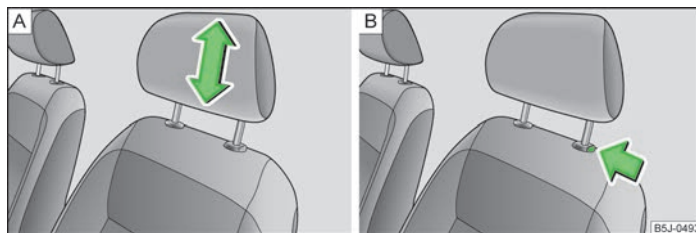

Fig. 40 Reposacabezas. Ajustar/desmontar
- Coger el reposacabezas por los lados con las dos manos y tirar a discreción de él hacia arriba » fig. 40 - **[A]**.
- Si se desea desplazar el reposacabezas hacia abajo, pulsar y mantener pulsada la tecla de seguro » fig. 40 - **[B]** con una mano, y con la otra mano el desplazar el reposacabezas hacia abajo.
- Pulsar la tecla del seguro en el sentido de la flecha » fig. 40 - [B] y extraer el reposacabezas.